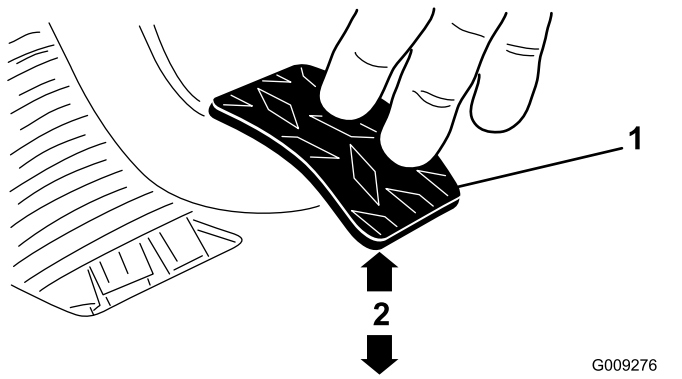

Bild 65
3. Stellen Sie die Klemmmuttern oder das Kugelgelenk ein, bis sich die hintere Kante des Kupplungspedals 9,2 cm bis 9,8 cm von der Oberseite des Bodenplattensternmusters befindet, wenn Sie eine Kraft von 1,8 kg auf das Pedal aufbringen (Bild 65).